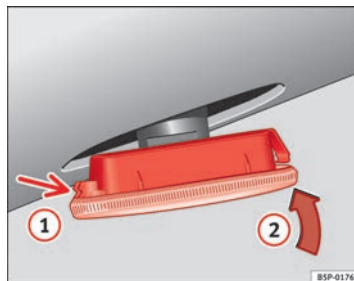

Fig. 183 Clignotants latéraux
- Placez d'abord le clignotant dans l'orifice de la carrosserie, en emboîtant les agrafes (1) ⇒ fig. 183, puis emboîtez l'ampoule comme indiqué par la flèche (2) ⇒ fig. 183.